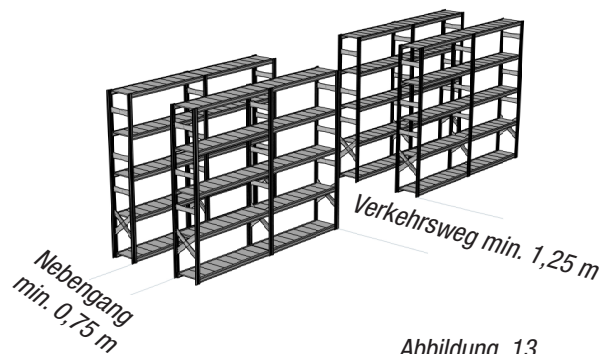

Abbildung 13
e) Bei der Aufstellung der Regale sind die Mindestgangbreiten zu beachten. Verkehrsweg mindestens 1,25 m, Nebengänge mindestens 0,75 m (Abb. 13).